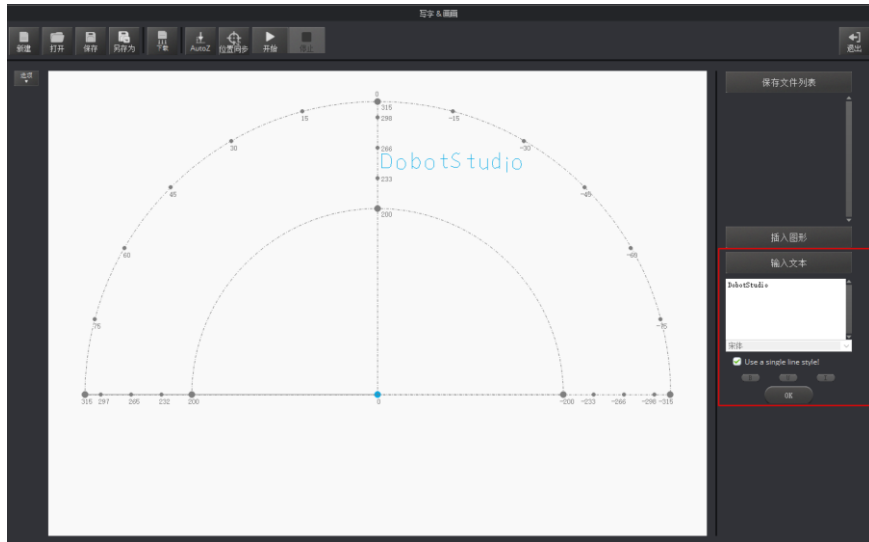

图 5.40 输入文本
- 在“写字 & 画画”页面右下方的“输入文本”区域手动输入文字，并设置文字样式，然后单击“OK”。如图 5.40所示。